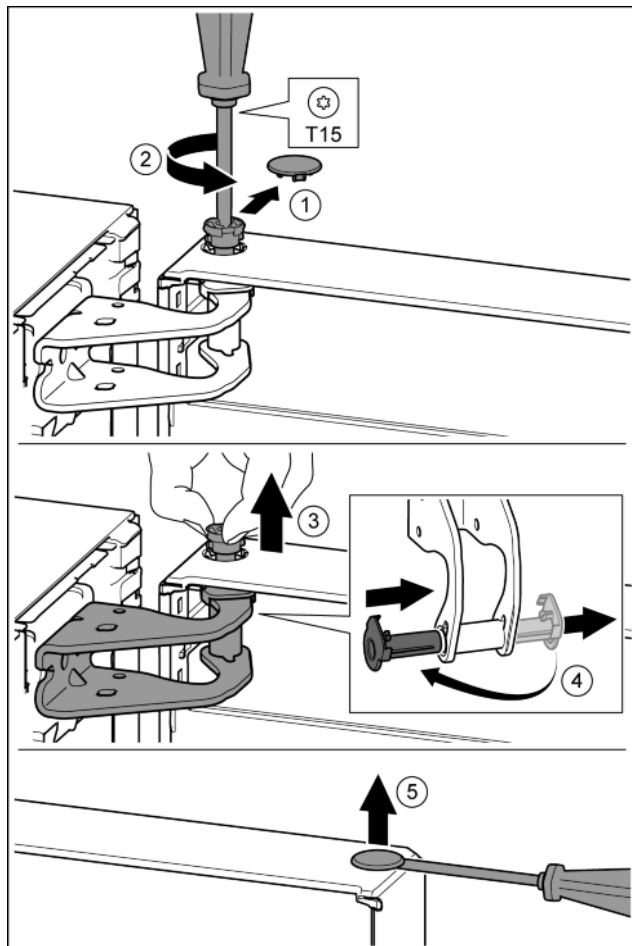

Fig. 11
- Ostrożnie zdjąć osłonę zabezpieczającą. Fig. 11 (1)
- Sworzeń wykręcić nieco przy pomocy śrubokręta T15. Fig. 11 (2)
- Przytrzymać drzwi i wyjąć sworzeń palcami. Fig. 11 (3)
- Tuleję łożyskową wyjąć z prowadnicy. Założyć z drugiej strony i zazębnić. Fig. 11 (4)
- Zatyczkę ostrożnie podważyć przy pomocy śrubokręta i wyjąć z tulei łożyskowej drzwi. Fig. 11 (5)